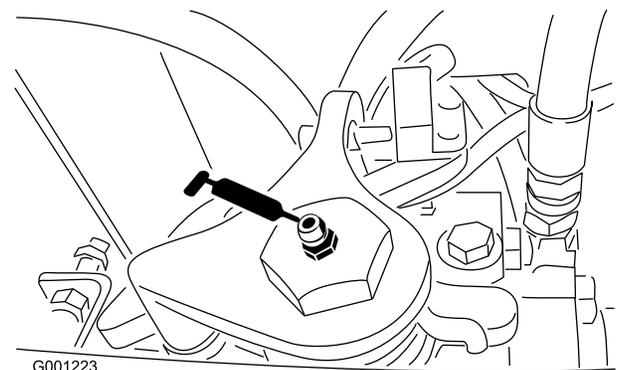

図 40
- ・ トランスミッションのニュートラル・シャフト(図 40)